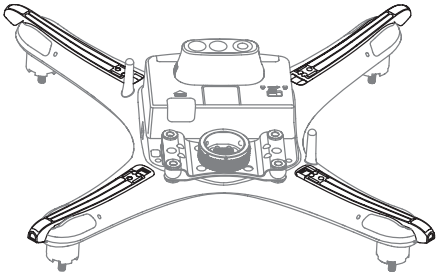

图 12
- (1) 将光流模组右端卡扣卡入飞行器右侧卡槽内。
- (2) 将光流模组左端卡扣按钮按住不放，使光流模组上的针脚和卡扣分别对齐卡入飞行器上的针孔和左端卡槽内，然后轻微用力向下按住，将卡扣卡紧后松开按钮。
- (3) 轻微用力向上拨一下光流模组，检查光流模组卡紧，如没有，重复第 1 步和第 2 步步骤，直到光流模组卡紧为止。
- (4) 请不要在飞行器上电状态热插拔光流 & 超声模块。
- (5) 组装后效果如下图 12 所示。